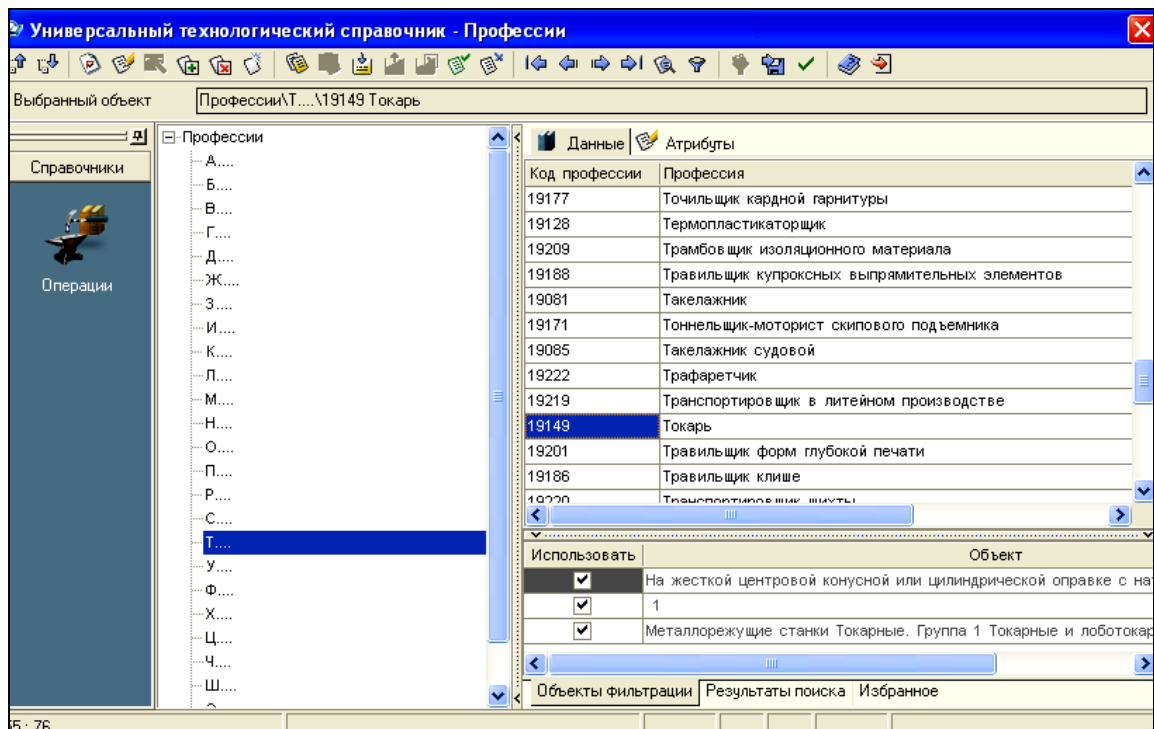

Рисунок 5.6 – Вибір професії робітника
3. У довіднику **Професии**, що відкриється, послідовно вибрати групу професій (яка відповідає першій букві найменування шуканої професії), безпосередньо професію робітника і натиснути на кнопку **Применить**  (рис. 5.6).